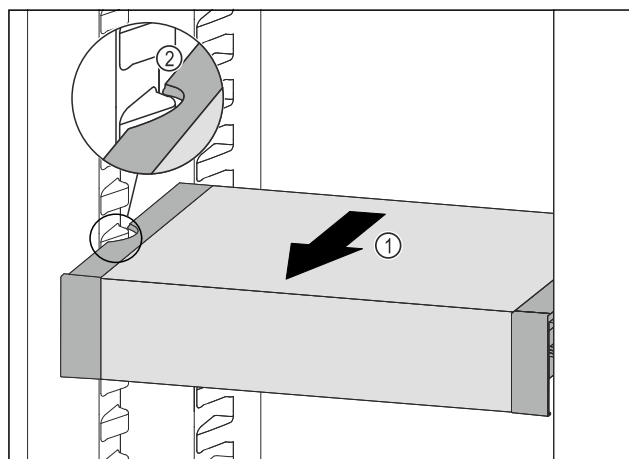

Fig. 248
- Træk VarioSafe fremefter Fig. 248 (1), indtil udsparingerne i siden på VarioSafe er på niveau med beholderribben i kølesektionen. Fig. 248 (2)